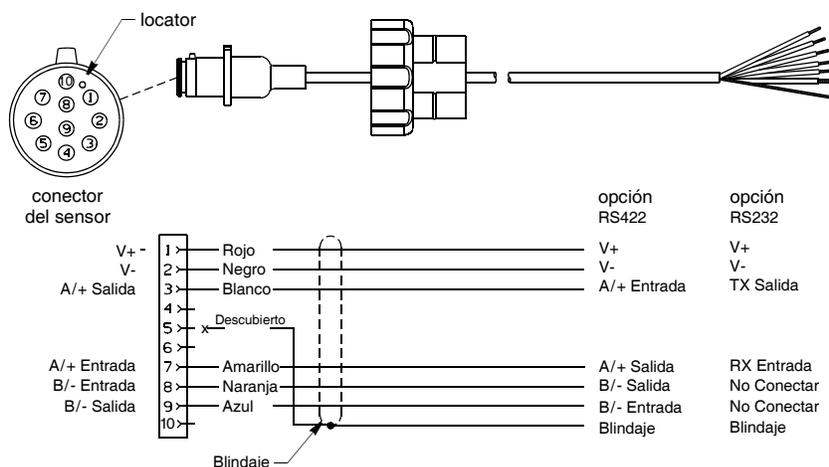

Figura 5. Cable del sensor NMEA 0183
Si el cable del sensor no tiene conector en el extremo correspondiente al visor, debe conectarse directamente. Consulte el manual del visor y conecte los cables coloreados como se indica en el cuadro más abajo y en la figura 5.
PRECAUCIÓN: Su sensor tiene ya sea un RS422 o RS232. Usted debe seguir el diagrama de cableado en la figura 5 que coincide con su sensor. Si está conectado para la interfaz equivocada, no será transmitir y recibir datos correctamente.
5. Verifique que la fuente de alimentación esté desconectada y conecte los hilos al visor (figura 5).